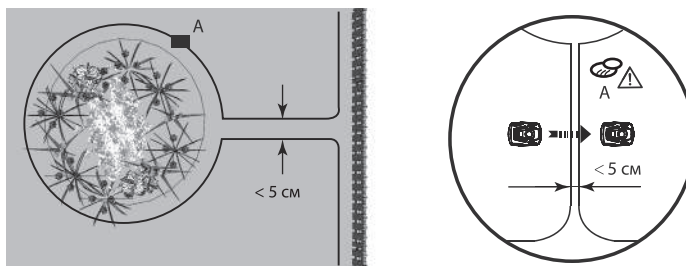

Рис. 15
- 2) Сделайте расстояние между двумя параллельными проводами менее 5 см, не пересекая провода. В таком случае газонокосилка не распознает провод и свободно перемещается через него (рис. 15).